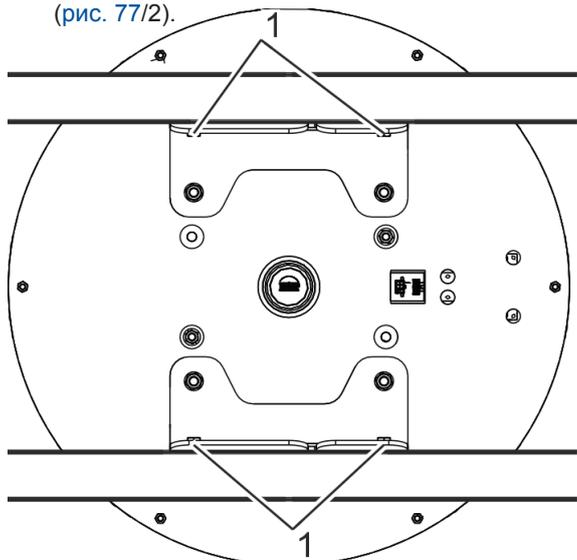

Рис. 79 Опускание привода
Равномерно отвернуть крепежные винты (рис. 79/1) привода на небольшое расстояние, а затем аккуратно опустить привод на муфту складного турникета.
19. Затянуть крепежные винты кронштейнов привода (рис. 79/1).